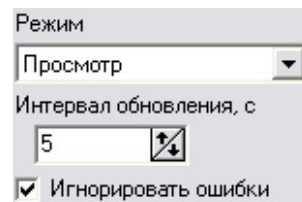

Рис. 4.17 Параметры режима просмотра
- *Режим просмотра* — позволяет (Рис. 4.17) в интерактивном режиме наблюдать изменение линии через промежутки времени, задаваемые в поле "Интервал обновления". В случае успешного считывания линии справа от диалога появляется окно с рефлектограммой. В случае возникновения ошибки это окно не появляется. Установка флажка "Игнорировать ошибки" позволяет минимизировать всплывающие сообщения и не прерывать процесс измерений.